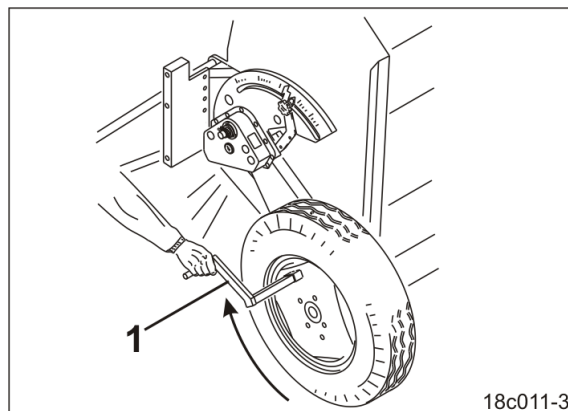

Fig. 82
13. Stik prøvehåndsvinget (Fig. 82/1) ind i firkanttrøret på det højre hjul.